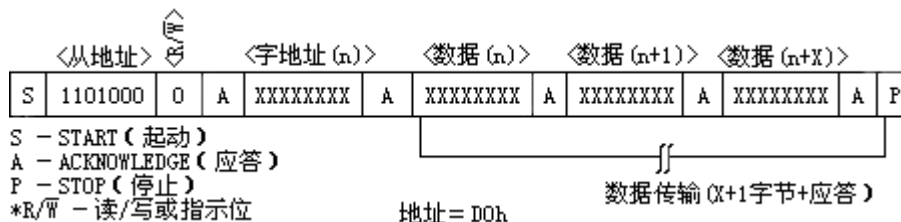

图 6 数据写—从器件接收模式
1、从接收器模式（写 DS1307 模式）器件通过SDA 和SCL 接收串行数据和时钟。在接收到每一个字节后，就发送一个应答位，而START 和STOP 为串行传递的始末端。在接收到从地址和方向位（见图6）后，硬件自动执行地址识别。在主器件产生起动（START）条件后，DS1307 接收到的第一个字节是地址字节，此地址字节包含有7 位的 DS1307 地址：1101000，跟随在指示位（R/~W）之后（此时为写操作，该位为 0）在收到并译出地址信息后，器件就在 SDA 线上输出应答位。在 DS1307 识别从地址+写入位后，主器件将发送一个寄存器地址到 DS1307 ，以此在 DS1307 上设置寄存器指针，之后，主器件将开始发送数据字节（DS1307 在接受完每个字节之后都将返回一个应答位），所有数据字节传输完成后，主器件将产生一个停止（STOP）条件来中断数据的写入。